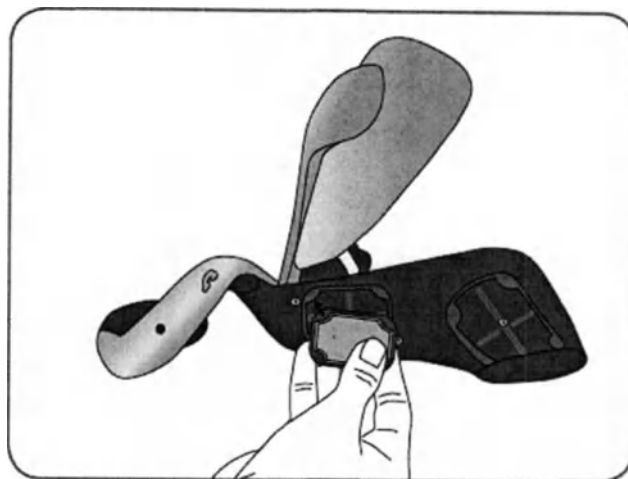

Рис. 6-20 Прикрепление тканевых электродов к основанию электрода.
6. Для тканевых электродов № 1, 2, 4, и 5, следует развернуть электрод белой точкой к основанию. Вставьте углы тканевого электрода в зажимы на основании электрода. См. Рисунок 6-20.